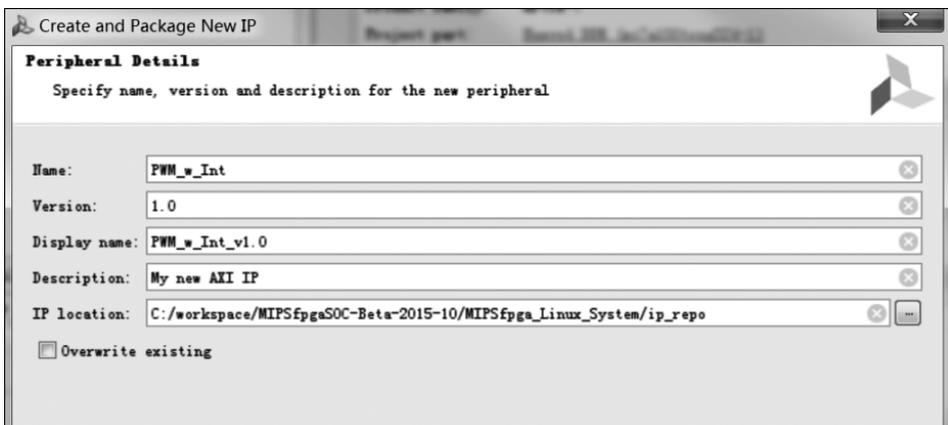
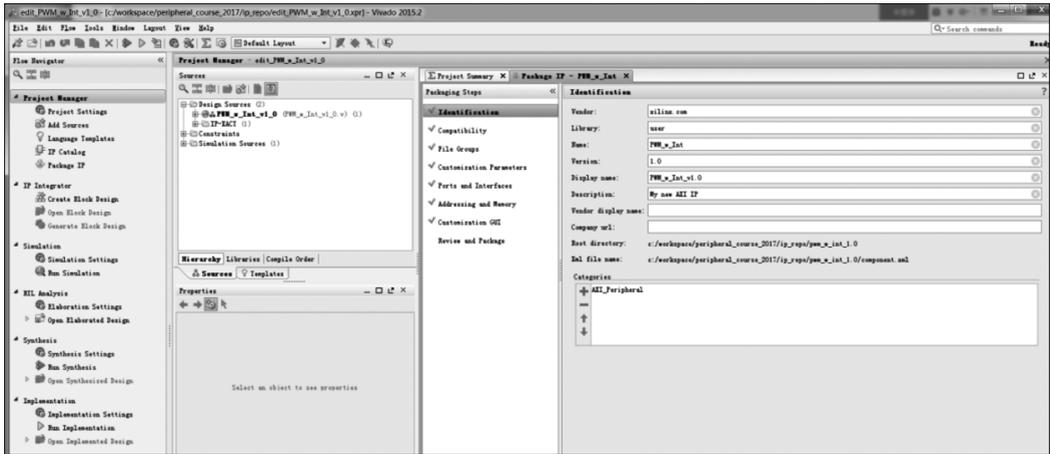

图 3-3 输入模块的相关信息
图 3-6 新建的 edit\_PWM\_w\_Int\_v1\_0 工程
(3) 如图 3-3 所示,在下一步的界面中输入模块的名称、版本号等信息,然后单击 Next 按钮。
(6) 这时会启动一个新的 Vivado 界面,其中出现了一个名为 edit\_PWM\_w\_Int\_v1\_0 的工程(该工程位于图 3-3 中 IP location 指定的文件夹下,且工程名与该模块的名称和版本号对应),如图 3-6 所示。